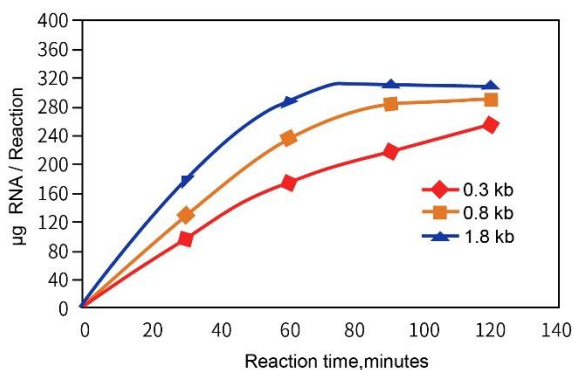

图 4 转录不同长度产物 RNA 产量随时间变化
3. 遵照本产品非修饰 RNA 合成反应体系及实验流程，三种模板添加量相同，37°C 孵育不同时间，检测转录不同长度产物 RNA (0.3kb/0.8kb/1.8kb) 产量随时间变化，在 NanoDrop™分光光度计上定量，检测结果如图 4 所示。